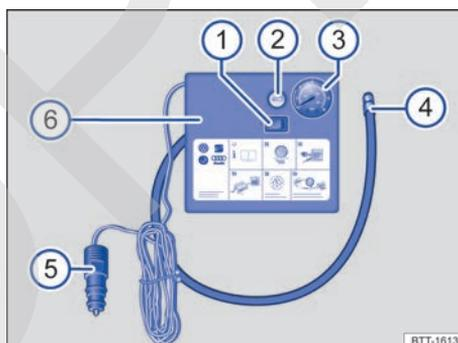

Fig. 244 Representación esquemática: compresor del kit reparapinchazos.
El compresor del kit reparapinchazos se compone de los siguientes elementos → fig. 244:
- Enrosque fijamente el tubo de inflado → fig. 244 ④ del compresor de aire en la válvula del neumático.
- Compruebe que el tornillo de descarga de aire → fig. 244 ② esté cerrado.
- Acople el conector de 12 voltios → fig. 244 ⑤ a una toma de corriente de 12 voltios del vehículo → pág. 203.
- Encienda el compresor de aire con el conmutador de encendido y apagado → fig. 244 ①.
- Deje el compresor en funcionamiento hasta alcanzar una presión de 2,0 a 2,5 bares (29-36 psi/200-250 kPa) → ⚠. **No lo deje funcionar más de 8 minutos** → ①.
Vuelva a enroscar el tubo de inflado → fig. 244 ④ y compruebe la presión del neumático en el indicador ③.